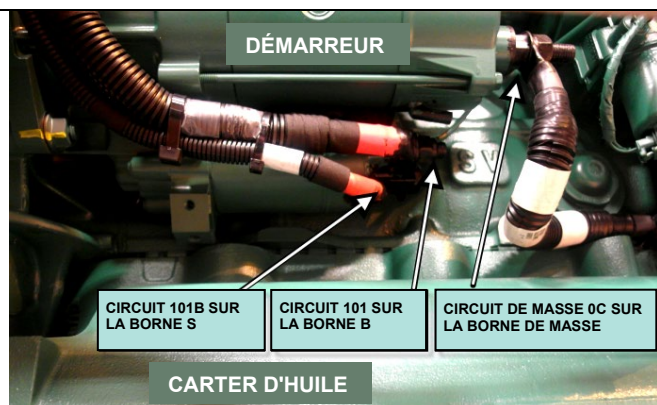

FIGURE 2
2. À l'aide d'un voltmètre ou d'un multimètre, vérifier la borne **B** du démarreur et la borne de **masse**. S'assurer qu'il n'y a aucune tension (0 V) avant de débrancher les câbles du démarreur (FIGURE 2).
4. Débrancher les circuits **0C**, **101** et **101B** sur le démarreur (se référer à la FIGURE 2). Bien nettoyer les cosses de câble si applicable à l'aide d'une brosse coupe en fils de laiton, d'une éponge à récurer Scotch-Brite ou d'une toile d'éméri. Retirer autant que possible l'ancien revêtement de Color Guard Rubber Coating.